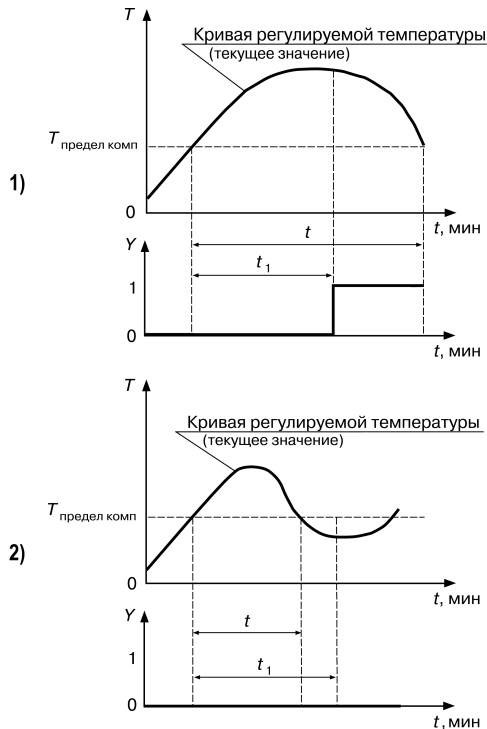

Рисунок 7.21 – Задержка срабатывания компаратора: 1)  $t > t_1$ , компаратор срабатывает 2)  $t < t_1$ , компаратор не срабатывает
- если время нахождения регулируемой величины  $t > t_1$  (времени задержки срабатывания компаратора), то компаратор срабатывает, *рисунок 7.21, 1*);
- если время нахождения регулируемой величины  $t < t_1$ , то компаратор не срабатывает, *рисунок 7.21, 2*).